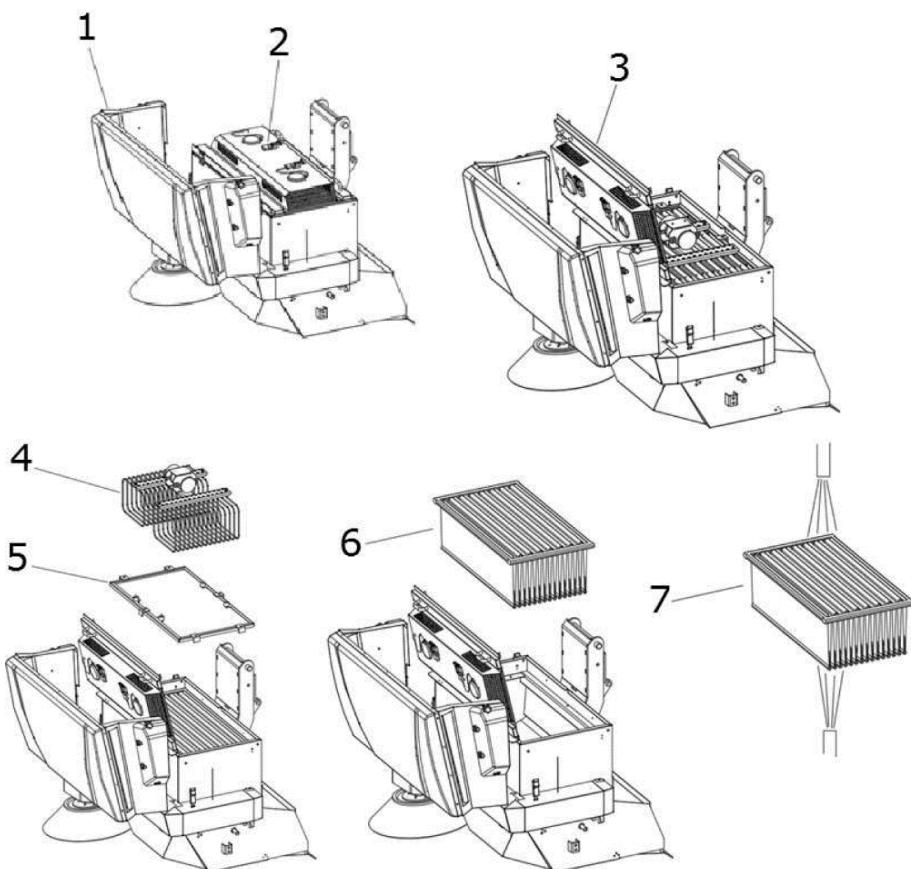

Figura 48
- Aprire la cover del filtro **Part. 1 Figura 48**;
- staccare gli spinotti dei motori di aspirazione **Part. 2 Figura 48**;
- sollevare il supporto dei motori di aspirazione **Part. 3 Figura 48**;
- smontare la gabbia del vibratore **Part. 4 Figura 48**;
- smontare il telaio del filtro **Part. 5 Figura 48**;
- smontare il filtro **Part. 6 Figura 48**.
Per pulirlo, dapprima bisogna scuotervelo (non violentemente), quindi, per pulirlo a fondo, con una pistola ad aria o simili soffiare dall'esterno all'interno, come illustrato in **Part. 7 Figura 48**. Nel rimontarlo, assicurarsi che la guarnizione nera di tenuta sia sempre ben inserita e centrata.